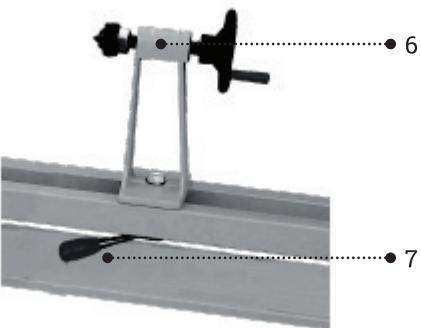

Рис. 3.
1. Ослабив рычаг фиксации положения задней бабки (7), передвиньте заднюю бабку (6) к шпинделю (рис. 3).